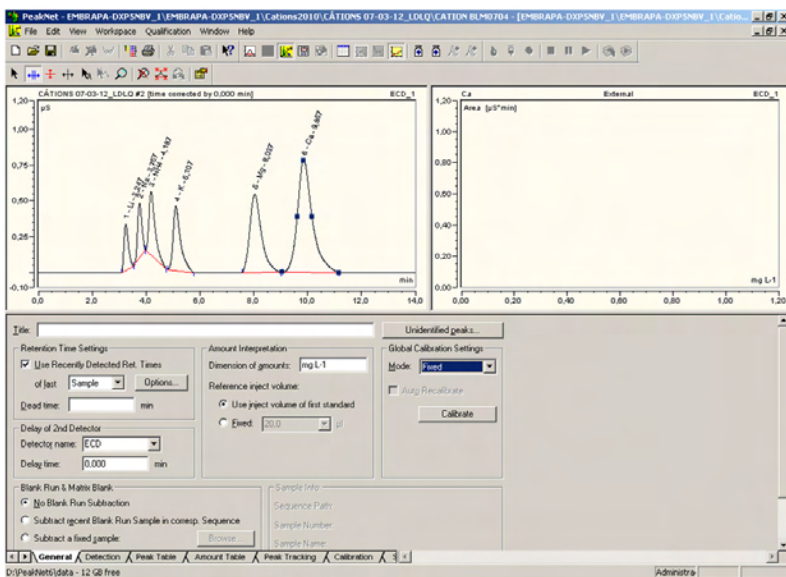

Figura 25. Tela Calibration do Peaknet 6 com a opção Fixed selecionada.
- **Fixed**, caso a curva esteja em outra sequência (Figura 25).
Quando é necessário seleccionar uma curva em outra sequência, após ter seleccionado a opção **Fixed** na aba General (como foi ilustrado na Figura 25), deve-se: